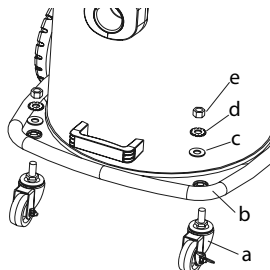

Fig. 5 – Encaixando as rodas dianteiras
- Monte as rodas dianteiras conforme mostra a Fig. 5, seguindo a sequência: